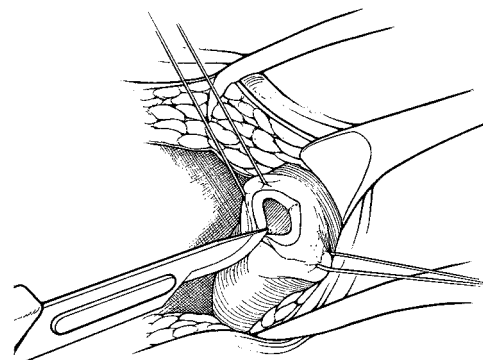

Figura 4-4. Realização da corporotomia
6. Efectuar uma incisão num dos corpos cavernosos (**Figura 4-4**).